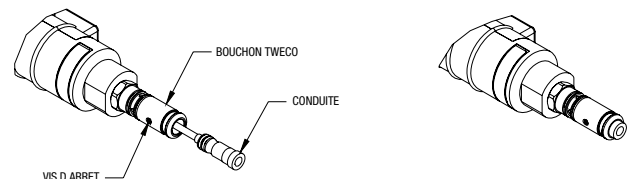

Figure 3-3: Pose D'une Conduite Avec Vis D'arrêt
12. Desserrer la vis d'arrêt qui se trouve sur le bouchon de raccordement arrière Tweco®, Panasonic® et Lincoln® pour garantir une alimentation correcte dans la conduite. Dans le cas d'un bouchon type Miller®, dévisser le raccord fileté du bouchon de raccordement arrière du chalumeau. Voir les Figures 3-3 et 3-4.